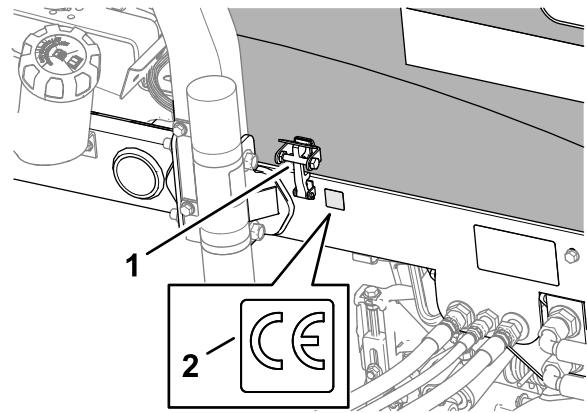

Figura 38
3. Limpie con alcohol el bastidor izquierdo junto al cierre del capó y deje que se seque el bastidor (Figura 38).
4. Retire el reverso y coloque la pegatina CE en el bastidor, tal y como se muestra en la Figura 38.